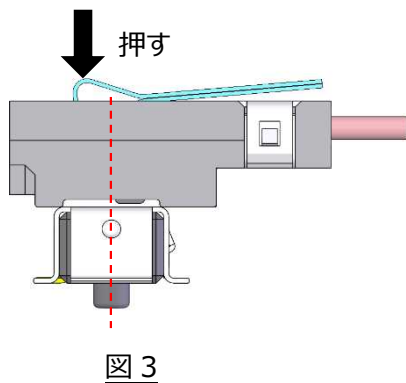
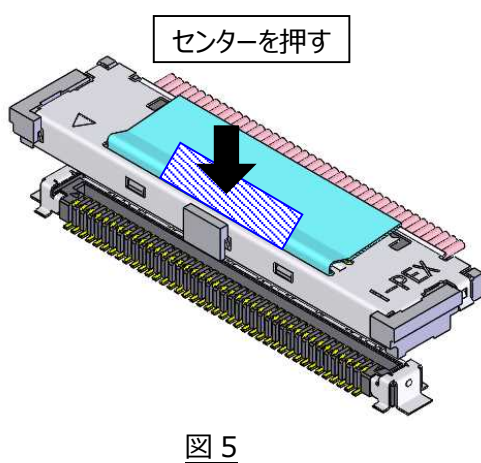

図3
図5
- 1-2 図3の様に、ケーブル側コネクタを基板側コネクタに対し垂直にした状態で、図5の様にケーブル側コネクタのセンターを真上からクリック感が出るまで押します。